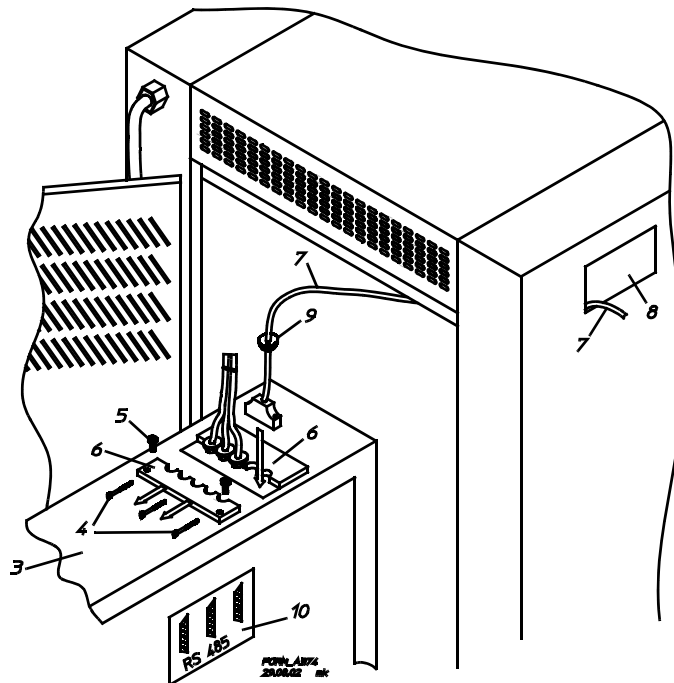

Fig 1-3
- Soulever l'armoire électrique (3) en la faisant pivoter.
- Desserrer les vis (4) et (5) du passe-câble (6) et les retirer complètement → Fig 1-3.
- Retirer la moitié avant du passe-câble (6) dans le sens de la flèche.
- Introduire le câble de raccordement (7), y compris le connecteur électrique dans l'évidement (8).